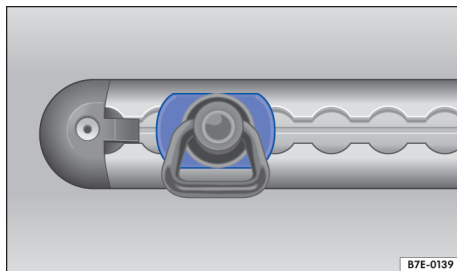

Fig. 131 Representação esquemática: trilho para amarração com olhais de amarração.
- Atentar para que o olhal de amarração esteja travado com segurança. As laterais do olhal de amarração devem estar numa posição horizontal → Fig. 131.